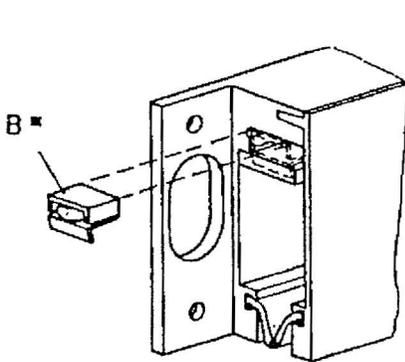

Fig. 18
- 4.5 Sistemare il distanziale "B\*", tolto al punto 4.2.2, fra il corpo riga e la riga in vetro (come da fig. 18).